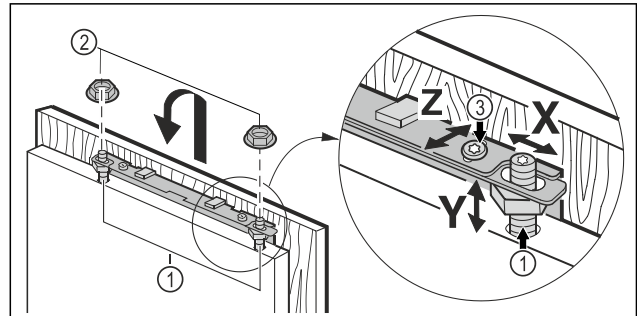

Fig. 46
- Möbeltür auf die Justagebolzen Fig. 46 (1) einhängen und Kontermuttern Fig. 46 (2) locker auf die Justagebolzen schrauben.
- Möbeltür in der Höhe Y und in der seitlichen Neigung ausrichten: Justagebolzen Fig. 46 (1) mit einem Schraubendreher einstellen.
- Kontermuttern Fig. 46 (3) anziehen.